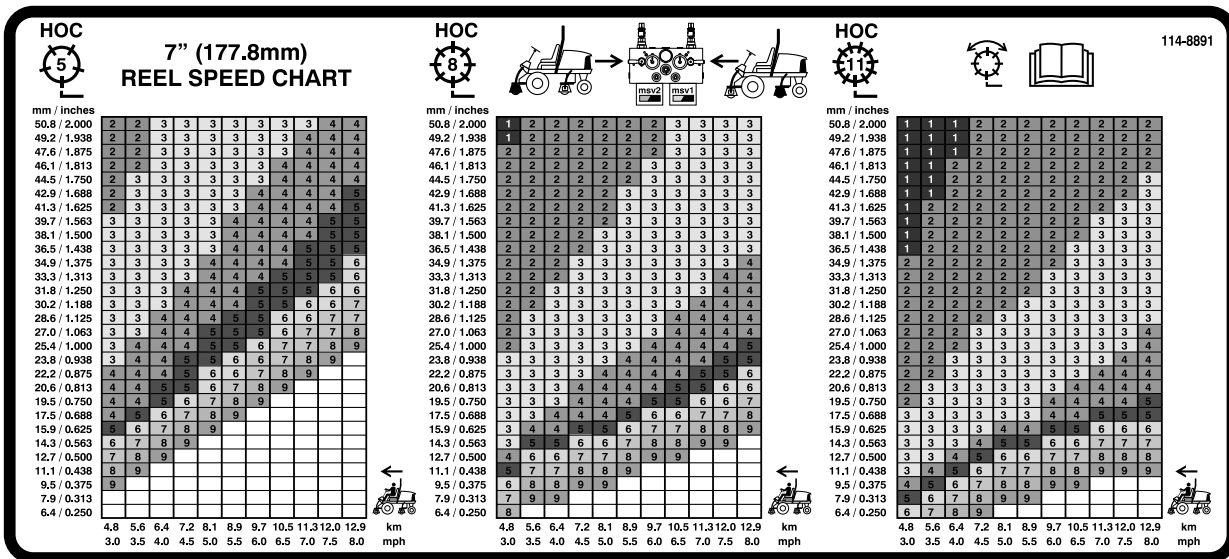
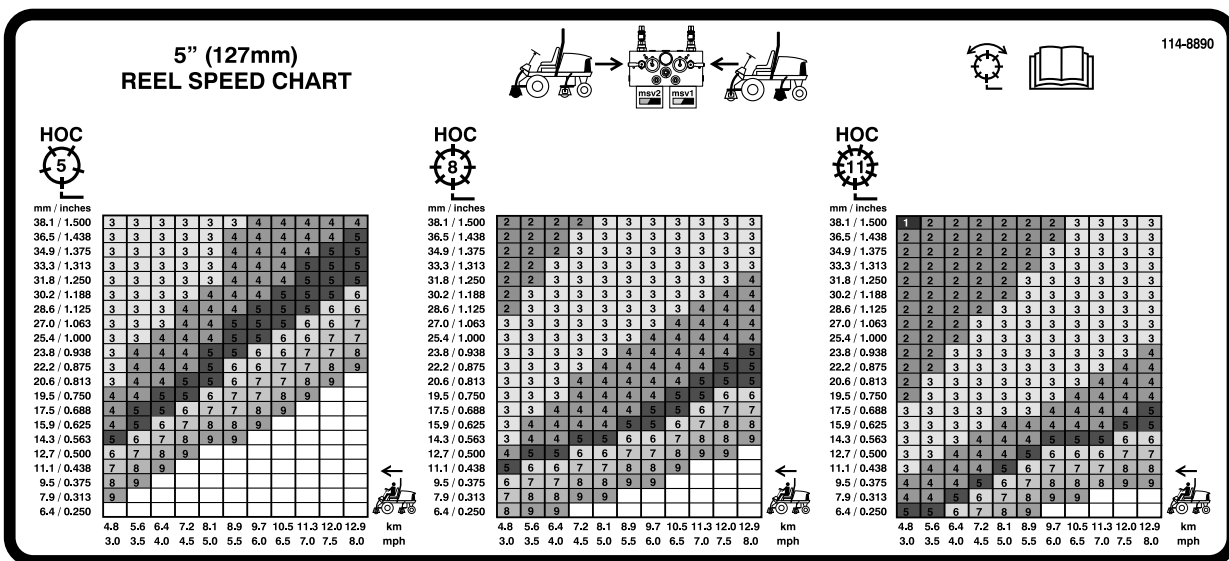

図 41
図 42
3. 使用するチャートの間違えないように注意してください；7インチリールのCuttingユニットを使う 5510 と 5610 では、110-0996 (図 41) の表を使用し、5インチリールのCuttingユニットを使う 5210 と 5410 では、110-8923 (図 42) の表を使用します。